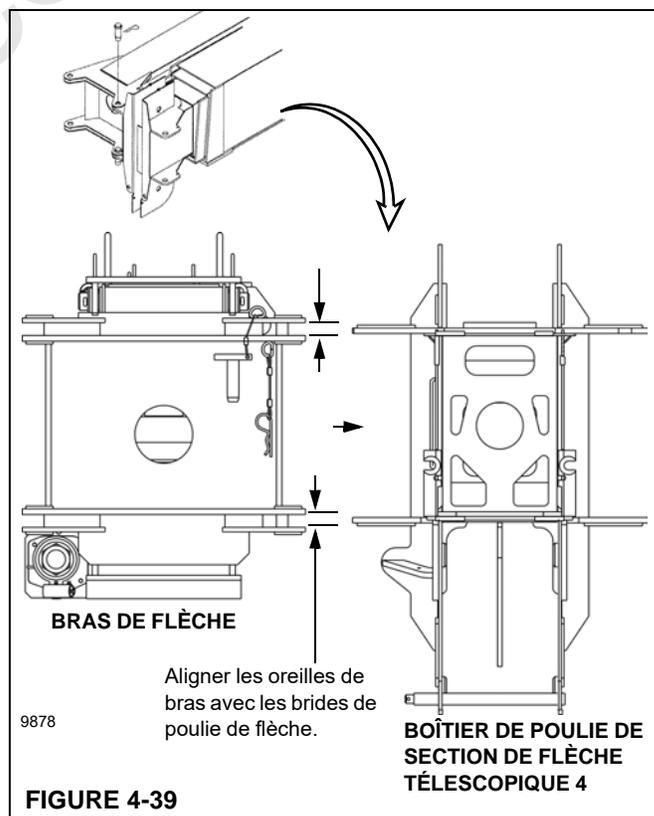

FIGURE 4-39
6. Observer l'alignement vertical des oreilles du bras de flèche et des oreilles. Figure 4-39.
12. Déployer et rétracter la flèche pour s'assurer du bon alignement des oreilles de bras. Les oreilles de bras doivent être alignées avec les brides de bras sur la flèche (Figure 4-39).